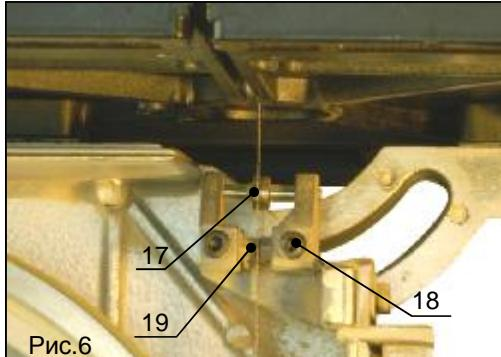
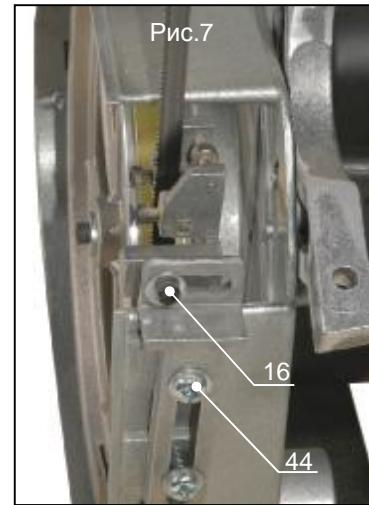

Рис.6
Рис.7
2. Ослабьте винт (поз.16, рис.7) фиксации кронштейна опорного подшипника (поз.17, рис.6).
3. Отрегулируйте положение опорного подшипника (поз.17, рис.6) так, чтобы расстояние между ним и режущим полотном ленточной пилы составило 0,5 мм. Если режущее полотно ленточной пилы проворачивать вручную, оно не должно касаться опорного подшипника.
4. Затяните винт (поз.16, рис.7) фиксации кронштейна опорного подшипника (поз.17, рис.6).
1. Ослабьте два винта фиксации (поз.18, рис.6) направляющих блоков (поз.19, рис.6) с помощью шестигранного ключа.
2. Сожмите направляющие блоки (поз.19, рис.6) друг с другом (в направлении режущего полотна ленточной пилы).
4. Затяните два винта фиксации (поз.18, рис.6) направляющих блоков (поз.19, рис.6).
*Высоту положения направляющих блоков и опорного подшипника можно регулировать с помощью двух винтов (поз.20, рис.7).*